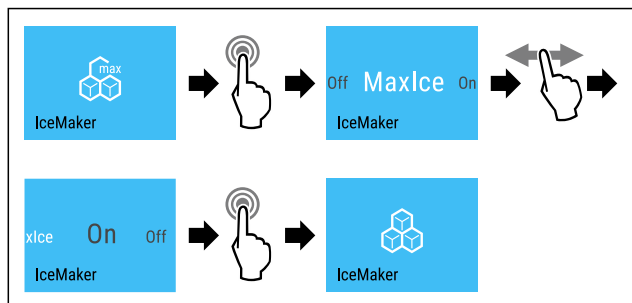

Fig. 22
- ▶ Genomför stegen (se Fig. 22) .